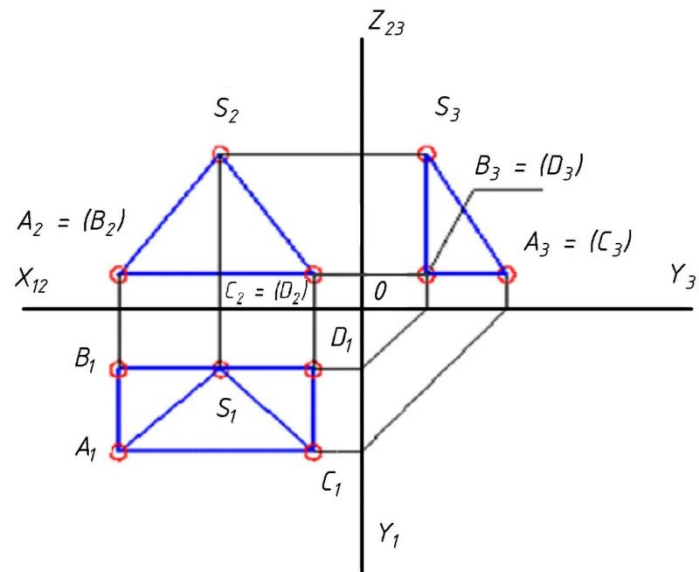

Рисунок 4 – Крок 4 виконання РГР № 1
6. Побудувати профільну проекцію багатогранника (рис. 4).